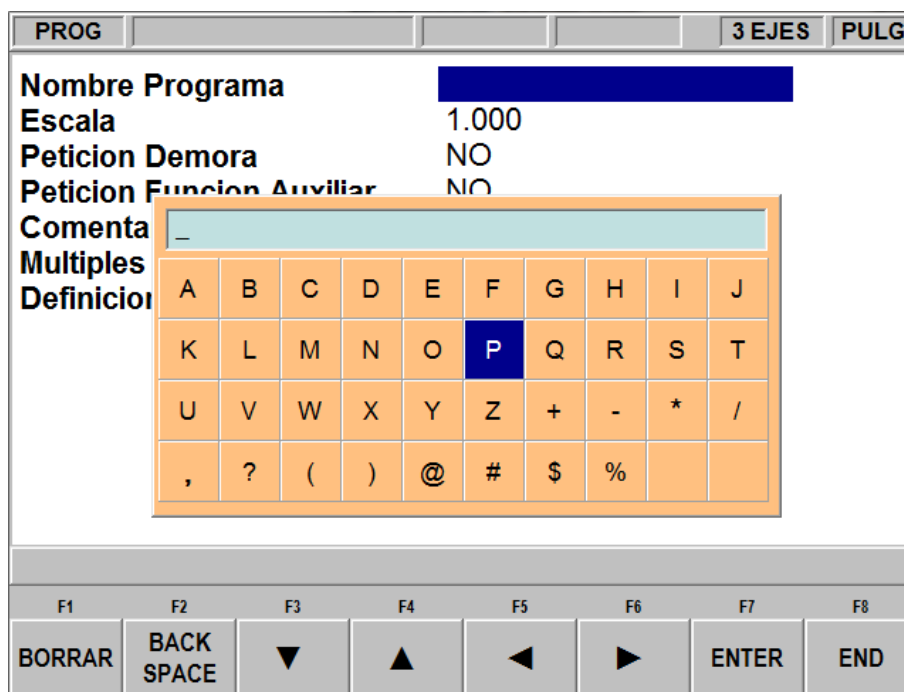

FIGURA 7.3
- Presionar la tecla física de Ayuda para acceder a las teclas de letras y caracteres especiales en la ProtoTRAK SMX CNC (ver Figura 7.3).